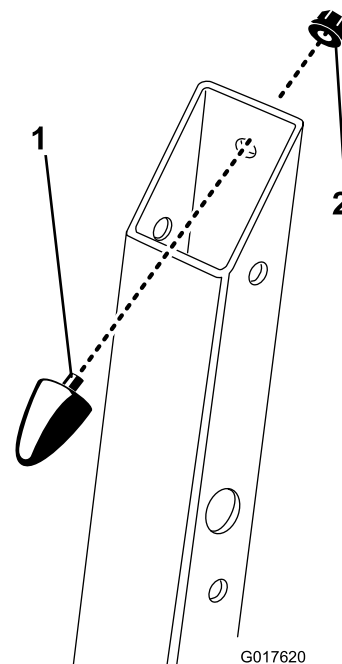

Figura 6
- Se i respingenti conici in gomma non sono preinstallati, effettuate quanto segue sbloccate il roll bar e posizionatelo in basso. Installate i respingenti conici in gomma nell'apertura sopra i supporti roll bar come mostrato in Figura 6. Fissate i paraurti utilizzando i dadi flangiati (5/16 poll.).